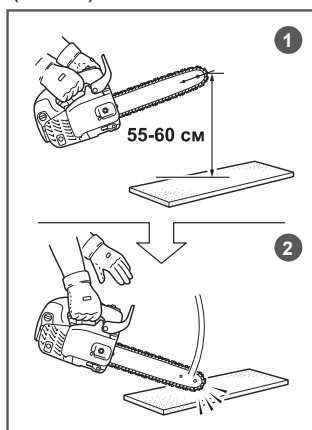

Рис. 7 Проверка инерционного тормоза
1. Возьмитесь за переднюю и заднюю рукоятку бензопилы и держите ее так, чтобы она располагалась на высоте 50-60 см от испытательной поверхности (Рис. 7).